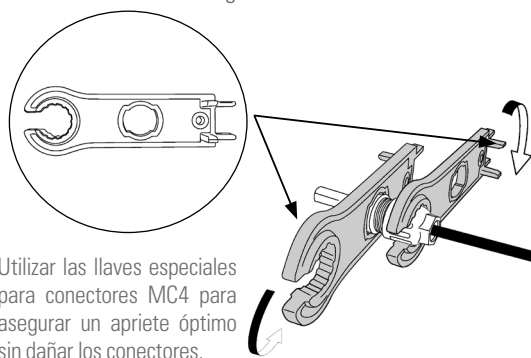

Fig. 19. Empleo llave de boca.
- f. Utilizar una llave de boca para atornillar la tuerca hasta el final y asegurarse de que el terminal esté bien sellado, como se muestra en la Fig. 19: